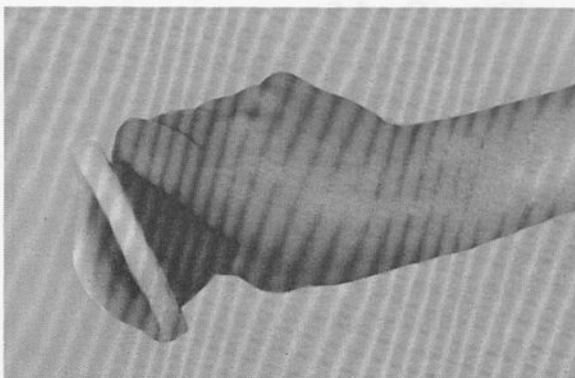

Fig. 2-5-5
4. Squeeze excess solvent out of element and dry. (Fig. 2-5-5)
4. Eponger l'excès de dissolvant hors de l'élément et sécher. (Fig. 2-5-5)